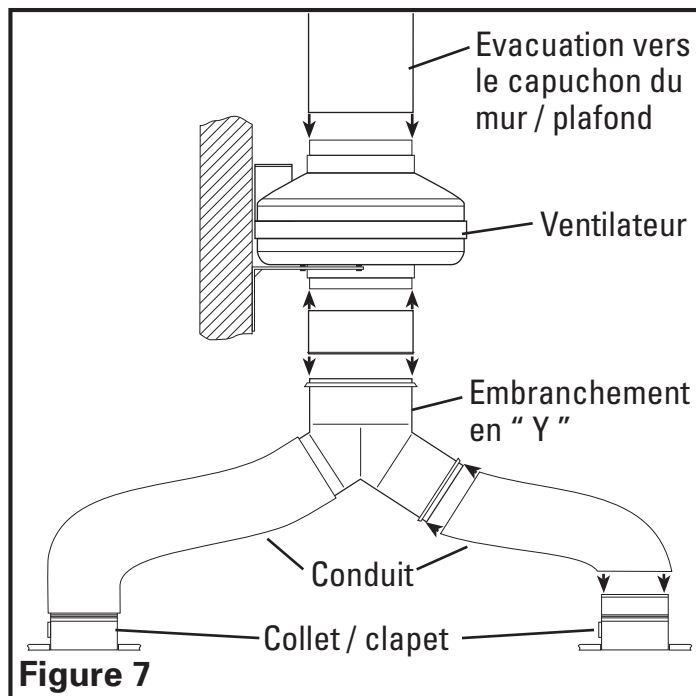

Figure 7
- Raccordez une extrémité du conduit (non inclus) au collet / clapet au niveau de la pièce et l'autre extrémité à l'embranchement en "Y". Fixez les deux extrémités en place en utilisant du ruban ou un serre-joint afin de créer un joint aussi étanche que possible. Répétez cette étape pour le châssis de la grille de l'autre pièce (Figure 7).
- Raccordez une extrémité du conduit à la partie supérieure de l'embranchement en "Y" et l'autre extrémité à la prise d'entrée du ventilateur (Figure 7).
- Raccordez une extrémité du conduit à l'évacuation du ventilateur et l'autre extrémité à un capuchon de mur ou de plafond (Figure 7). Toujours canaliser le ventilateur vers l'extérieur par le biais d'un capuchon de mur ou de plafond.